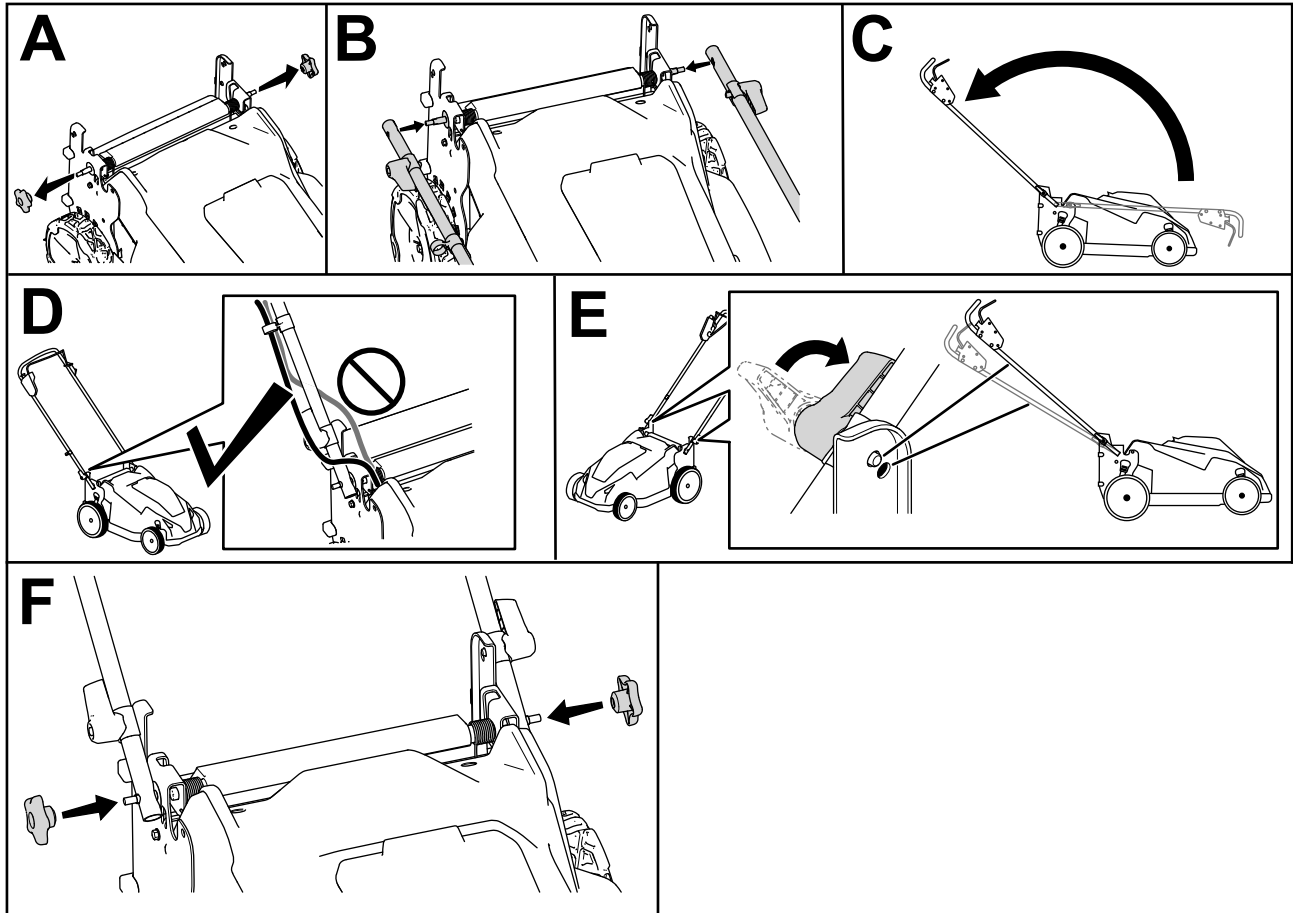

Figure 3
1. Retirez les boutons du guidon (A de Figure 3).
2. Fixez le guidon sur la machine au moyen des trous situés aux extrémités du guidon (B de Figure 3).
3. Ramenez la poignée en arrière à la position d'utilisation (C de Figure 3).
4. Vérifiez que les câbles passent bien devant le guidon (D de Figure 3).
5. Engagez les verrous du guidon jusqu'à ce que la goupille s'enclenche en place et bloque le guidon à la position d'utilisation (E de Figure 3).
6. Serrez les boutons sur les boulons du guidon pour fixer le guidon en place (F de Figure 3).